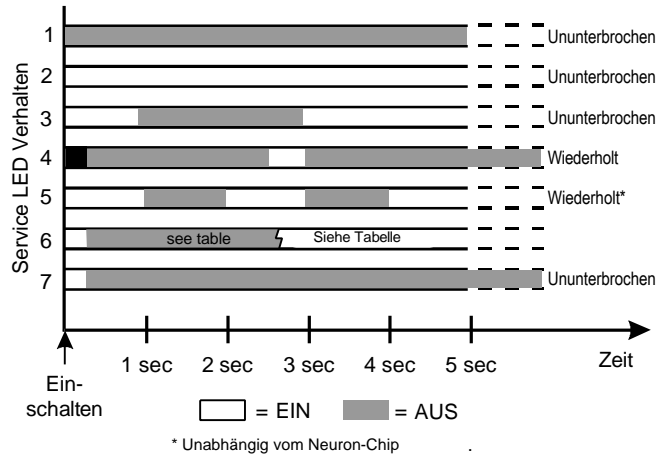

Abb. 51 Verhalten der Service-LED
Die Service-LED zeigt den Status des Neuron-Chips an. Nach dem Einschalten der Spannungsversorgung / Reset blinkt die LED üblicherweise einige Male und bleibt dann aus. Während der Inbetriebnahme leuchtet die LED kurz auf, blinkt dann kurz und bleibt dann aus. Die Zeit, die für die Inbetriebnahme benötigt wird, kann unterschiedlich sein und zwischen 10 und 60 Sekunden dauern, abhängig davon, wieviele Netzwerk-Informationen von der Installations-Software in den Controller und zurück geladen werden. Zusätzliche Informationen zum LED-Verhalten sind in Abb. 51 und Tab. 20 zu finden.
*In Abbildung 51 beziehen sich die Ausdrücke "konfiguriert", "unkonfiguriert", "Applikation", "ohne Applikation" nur auf die Kommunikationsebene, die auf dem Neuron-Chip läuft und nicht auf die Excel 50-Applikation (AH01, HT01,...). Die Excel 50-Applikation hat keinen Einfluss auf das Verhalten der LON Service-LED.*